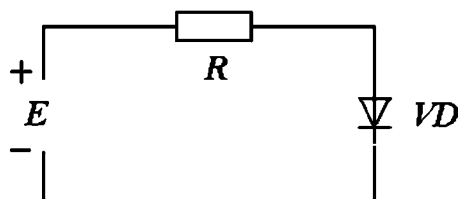

Рис. 2.58. Схема к задаче 3
3. Определить ток идеализированного диода, текущий в цепи, содержащей последовательно соединенные источник ЭДС, резистор и диод (рис. 2.58), если  $E = 5$  В,  $R = 1$  кОм, обратный ток насыщения  $I_0 = 10^{-12}$  А при 300 К.